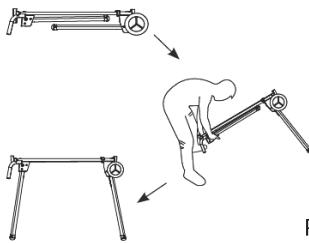

Рис. 16
2. Повторить шаг 1, чтобы разложить другую ножку стойки на стороне колесиков. Установить правую часть стойки на пол (рис. 16).